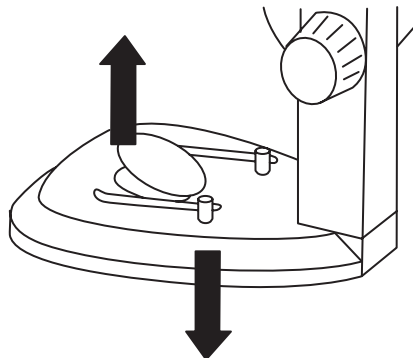

Figura 2.
a) Presione suavemente hacia abajo en un lado de la placa para que el lado opuesto se eleve (Figura 2).